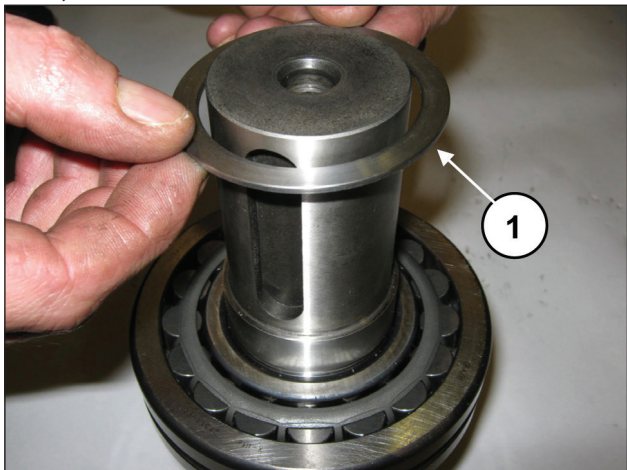
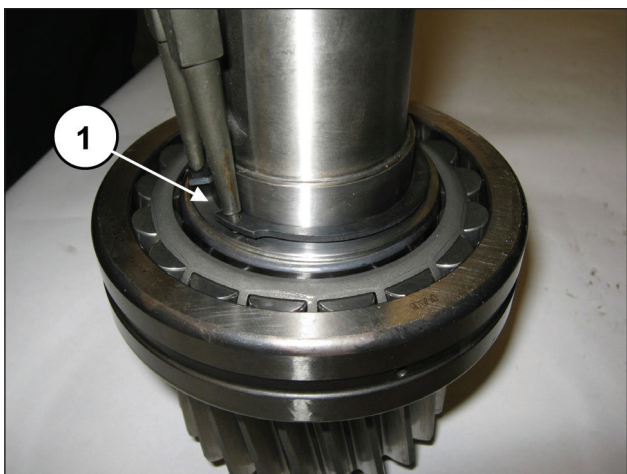

图 85
图 86
插入和轴承支撑环 (①, 图 85) 并放入开口环 Ø55 (①, 图 86)。